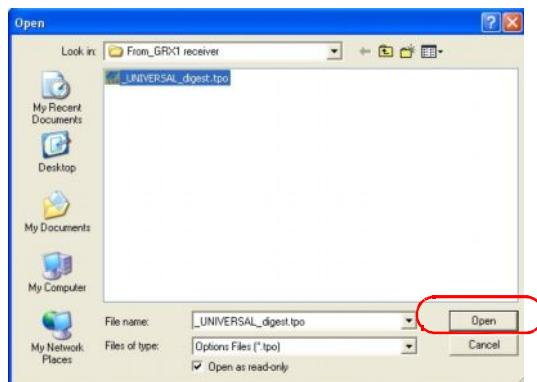

Рис. 5-6. Загрузка файла с кодами активации дополнительных опций
- Перейдите в каталог, где находится новый файл с кодами активации дополнительных опций, выделите этот файл и нажмите кнопку Open (Рис. 5-6).